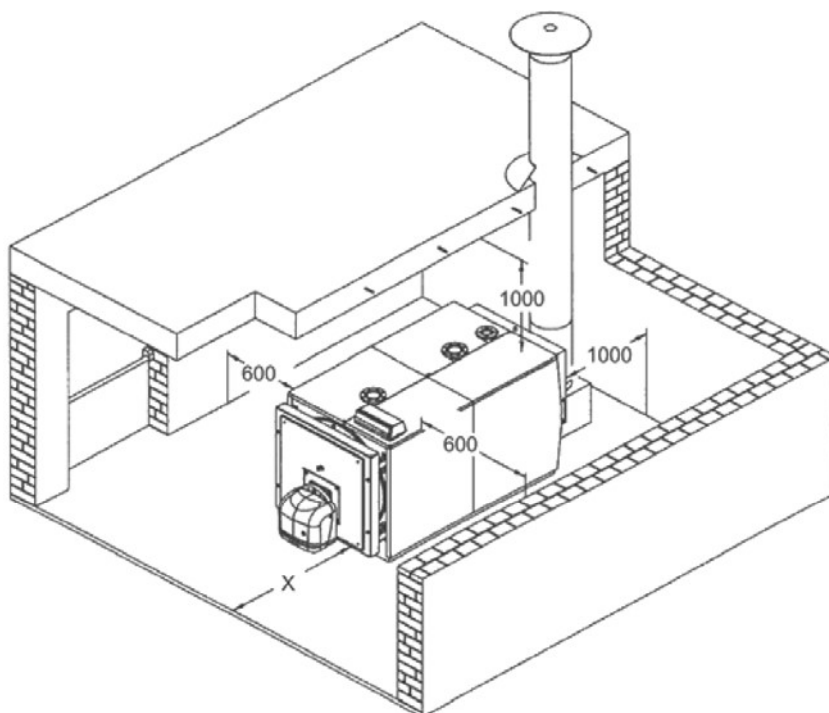

рис. 6
5.3 Помещение котельной (рис. 6)